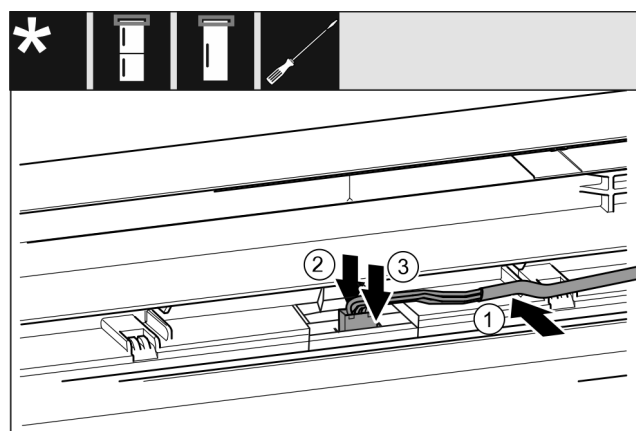

Fig. 49 Réfrigérateurs-congérateurs / congérateurs / réfrigérateurs*
- Insérer le câble Fig. 49 (1) dans le guide de la porte supérieure.*
- Pousser l'ergot Fig. 49 (2) vers l'arrière.*
- Enclencher le connecteur Fig. 49 (3).*